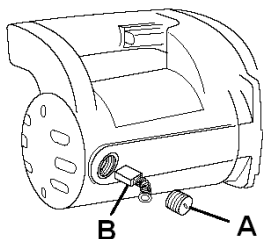

Рис.14
- Снимите крышки щеток (А, Рис. 14).